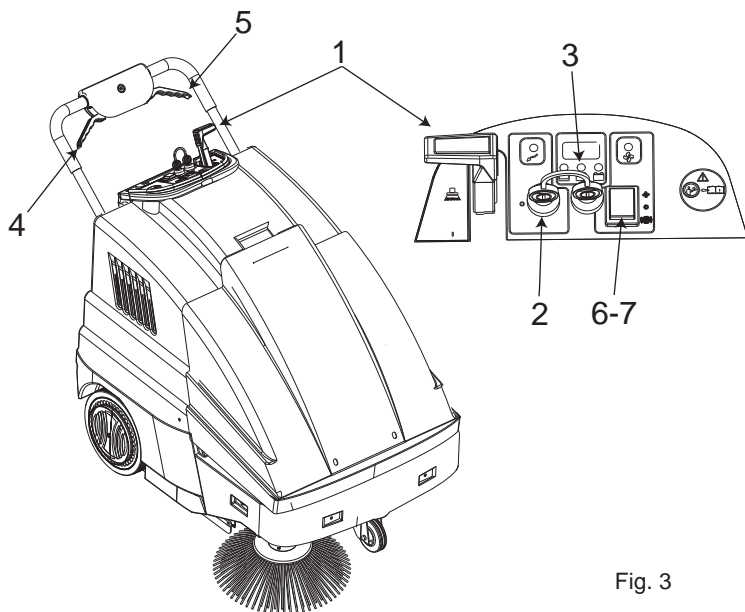

Fig. 3
- Sæt løftegreb til børste (pos. 1, fig. 3) i pos. "0".
- Kontrollér, at sidebørsten (pos. 1, fig. 3) er i pos. "0".
- Sæt nøgleafbryderen i pos. "I" (pos. 2, fig. 3).
- Når du har drejet nøglen, skal du vente i ca. 10 sek. inden maskinen sættes i gang. Kontrollér på lampen, pos. 3, fig. 3, at batteriet er helt opladet, inden arbejdet påbegyndes. I modsat fald skal batteriet oplades.
- Aktivér støvsugeren ved at sætte afbryderen i pos. "I" (pos. 7, fig. 3).
BEMÆRK! Sluk støvsugeren ved at sætte afbryderen i pos. "0" (pos. 7, fig. 3), når maskinen skal flyttes.
- Træk i trækrafthåndtaget (pos. 4, fig. 3) for at påbegynde rengøringen. Aktivér evt. håndtaget i pos. 1, fig. 3 ved at sætte det i pos. "I" for at indsætte sidebørsten. Når arbejdet er udført, sætte sidebørsten, hvis den anvendes, i pos. "0", maskinen slukkes, og nøglerne tages ud af kontrolpanelet.
Varigheden for opladning af batteriet afhænger af den løbende vedligeholdelse og afladningsniveauet. Batteriets opladningsniveau må ikke falde under den grænse, der er angivet af kontrollamperne i pos. 3, fig.3.